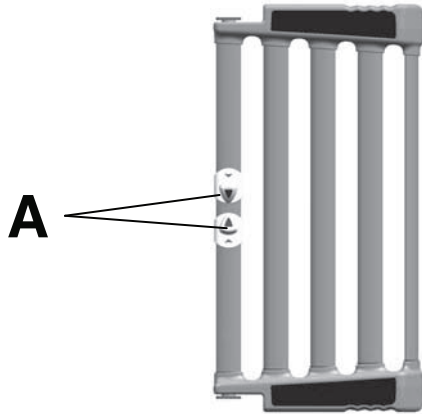

Figure 7 – Porte d'accès
Pour ouvrir les portes d'accès, comprimer les boutons de déblocage (A) (Figure 7).